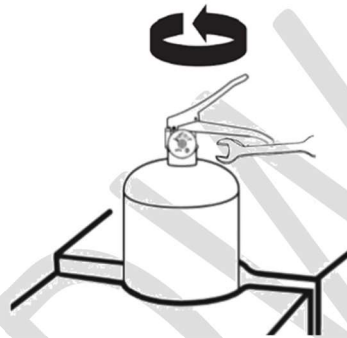

Figura 2: Desmontagem conjunto válvula
- ❖ Com auxílio de uma chave e dispositivo de fixação (que não danifique a pintura), remova o conjunto da válvula e tubo sifão (Figura 2);